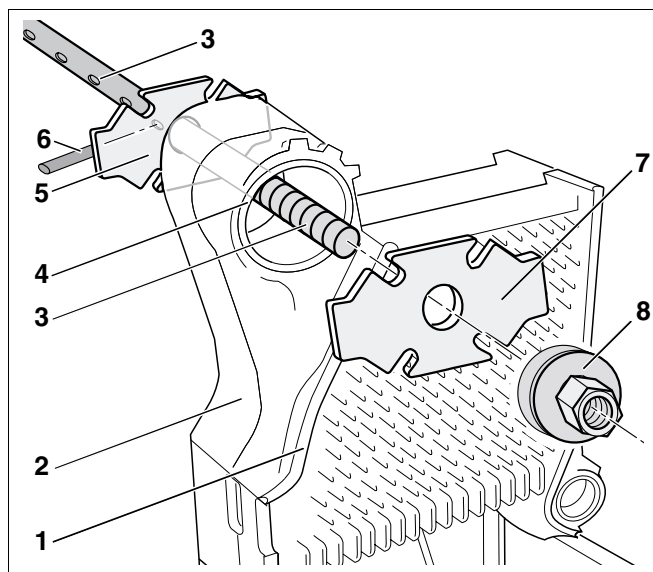
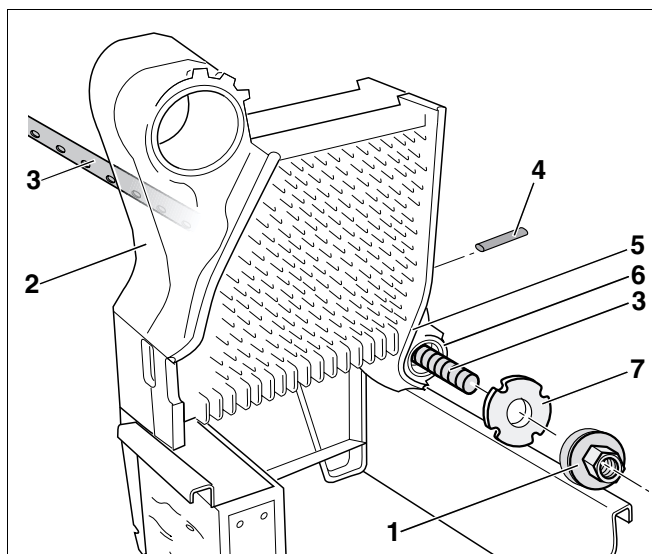
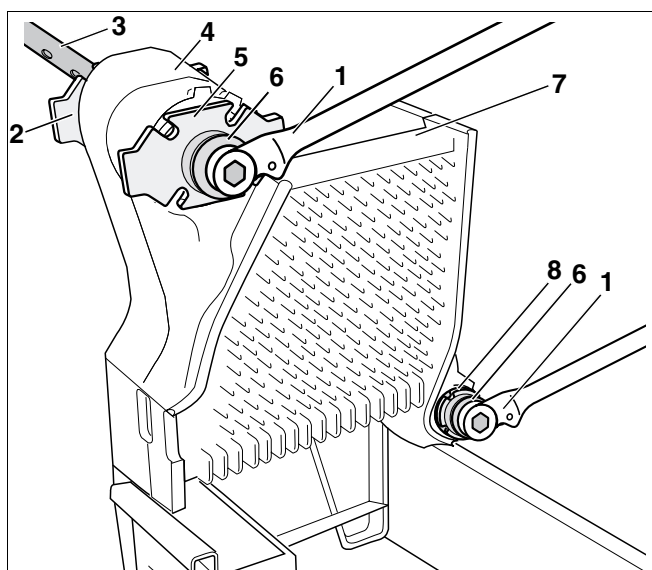
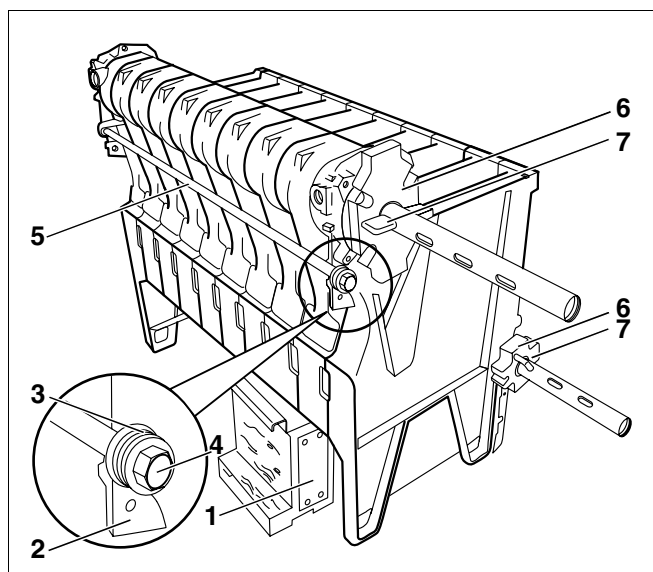

Рис. 16 Верхняя ступица котла
Рис. 17 Нижняя ступица котла
Рис. 18 Котел, вид сзади
Рис. 19 Установка анкерных штанг – расположение тарельчатых пружин
- Продеть стягивающие штанги (рис. 16 и рис. 17, **поз. 3**) через верхнюю и нижнюю ступицы (рис. 16, **поз. 4** и рис. 17, **поз. 6**) котлового блока.
Попадание дополнительного фланца (рис. 16, **поз. 7**) во время стягивания на паз для уплотнения средней секции (рис. 16, **поз. 1**) может привести к образованию неплотностей в соединении.
- Следите за тем, чтобы дополнительный фланец (рис. 16, **поз. 7**) ровно прилегал к ступице котла.
- Надеть дополнительный фланец (рис. 16, **поз. 7**) на штангу (рис. 16, **поз. 3**) верхней ступицы котла (рис. 16, **поз. 4**).
- Надеть контрфланец (рис. 16, **поз. 5**) на штангу (рис. 16, **поз. 3**) верхней ступицы (рис. 18, **поз. 4**) и застопорить прилегающим клином (рис. 16, **поз. 6**) (см. рис. 19, стр. 21).
- Накрутить стяжную гайку (рис. 16, **поз. 8**) на резьбу штанги (рис. 16, **поз. 3**).
- Надеть дополнительный фланец (рис. 17, поз. 7) на штангу (рис. 17, поз. 3) нижней ступицы котла (рис. 17, поз. 6).
- Надеть контрфланец на нижнюю ступицу котла (рис. 17, поз. 6) и застопорить клином (рис. 17, поз. 4) (см. рис. 19, стр. 21).
- Накрутить стяжную гайку (рис. 17, поз. 1) на резьбу штанги (рис. 17, поз. 3).
- Надеть на стяжные гайки (рис. 18, поз. 6) ключи с трещоткой (рис. 18, поз. 1) и равномерно стянуть секции котла.
- Равномерно распределить тарельчатые пружины (рис. 19, поз. 3).
- Вставить анкерную штангу (рис. 19, поз. 5) с тарельчатыми пружинами (рис. 19, поз. 3) в литые выступы (рис. 19, поз. 2).
- Закрутить от руки гайку (рис. 19, поз. 4) на резьбу анкерной штанги (рис. 19, поз. 5) так, чтобы поверхности тарельчатых пружин прилегли к литым выступам.
- Затем затянуть гайки (рис. 19, поз. 4) справа и слева на анкерной штанге (рис. 19, поз. 5) на 1 - 1½ оборота (M10: 15 Нм; M16: 25 Нм).
- Убрать монтажное приспособление (рис. 19, **поз. 1**, стр. 21).